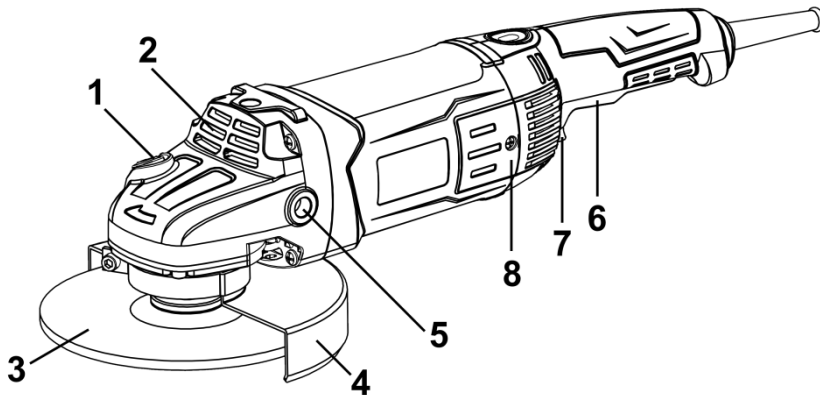

Рисунок 1
2.2.1 Конструкція виробу складається з одноступеневого редуктора з конічними шестернями в металевому корпусі (2), який приєднаний до пластикового несучого корпусу з колекторним
двигуном змінного 1-фазного струму, перемикачем (6), мережевим шнуром живлення згідно з рис.1. Вихідний вал редуктора розташований перпендикулярно вісі двигуна і є робочим шпинделем для приєднання змінних насадок (абразивних дисків) (3) з фіксацією затискною гайкою або накрученими на шпindel. На металевому корпусі (2) виконані нарізні монтажні отвори (5) для встановлення передньої рукоятки у 3-х позиціях, та хомутовим з'єднанням закріплений захисний кожух (4) з можливістю фіксованого позиціонування по колу. Для фіксації шпинделя під час зміни дисків (3) в корпусі редуктора (2) передбачений кнопковий фіксатор (1). Електрична частина виробу складається з колекторного однофазного електродвигуна змінного струму, вимикача електроструму, регулятора швидкості, з'єднувальних проводів і мережевого шнура. Захист від ураження електричним струмом користувача у виробу відповідає класу II за ДСТУ EN 61140:2015.